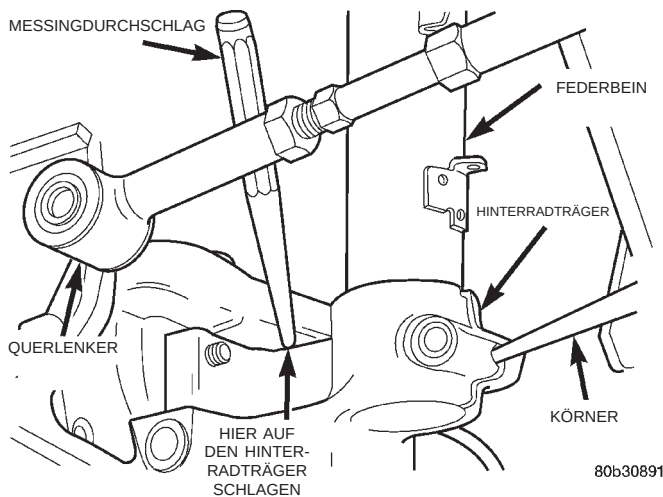

Abb. 20 Hinterradträger vom Federbein abbauen
(12) Mit einem Hammer und einem Messingdurchschlag oben auf den Hinterradträger schlagen und den Radträger vom Federbein heruntertreiben (Abb. 20).